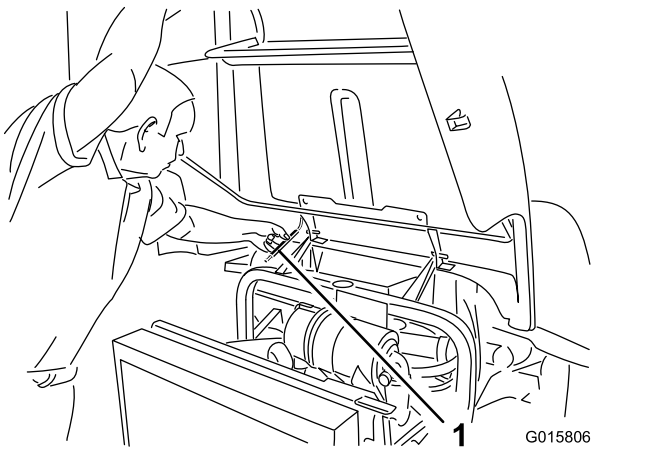

Figura 47
2. Levante el capó hasta que la varilla pueda colocarse detrás del tubo del bastidor (Figura 47).